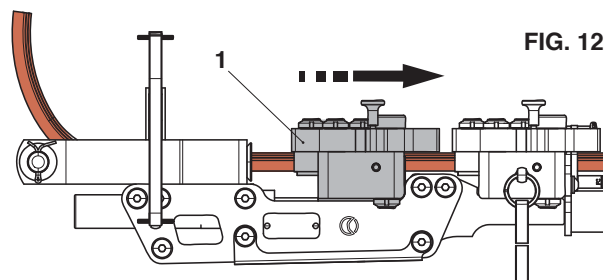

FIG. 12
9. Raggiunta la posizione desiderata, è necessario bloccare il cuneo nella morsa per trasferire il carico della linea alla morsa stessa e rimuovere il dispositivo **RHVD** dalla linea procedendo nel seguente modo: (Rif. a Fig. 12 e 13) arretrare completamente la ganaschia mobile (1) agendo sulla pompa e successivamente contrassegnare il conduttore in corrispondenza del nonio riportato sullo stelo di riferimento (11)